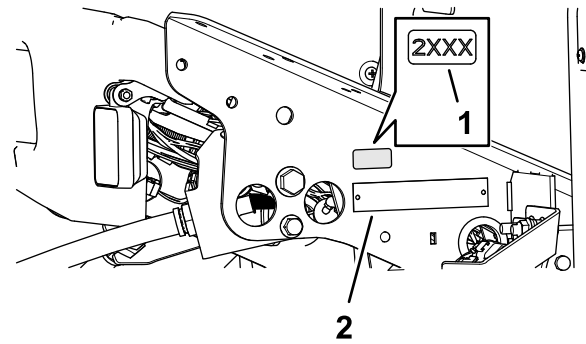

Figura 38
1. Utilice alcohol y un trapo limpio para limpiar la zona del soporte del suelo junto a la placa del número de serie, y deje que el soporte se seque (Figura 38).